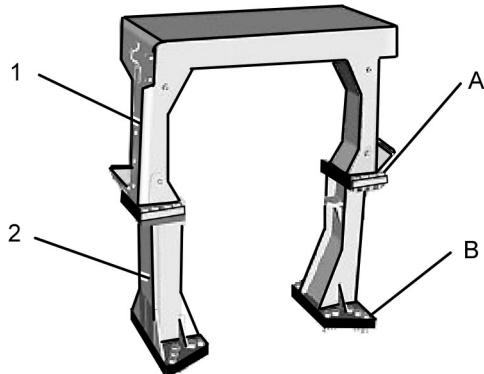

Рис. 288
**Примечание:** Конструкция ROPS, как правило, состоит из следующих компонентов: конструкция ROPS в сборе (1) (козырек) с верхними болтами крепления (A) и опора конструкции ROPS в сборе (2) с нижними болтами крепления (B) . См. рис. 288.